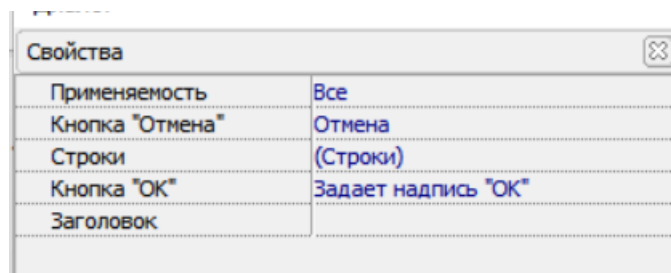

Рисунок 618
2) В открывшемся окне **Редактор форм** в левой части экрана в разделе **Свойства** задать следующие параметры (рисунок 618):